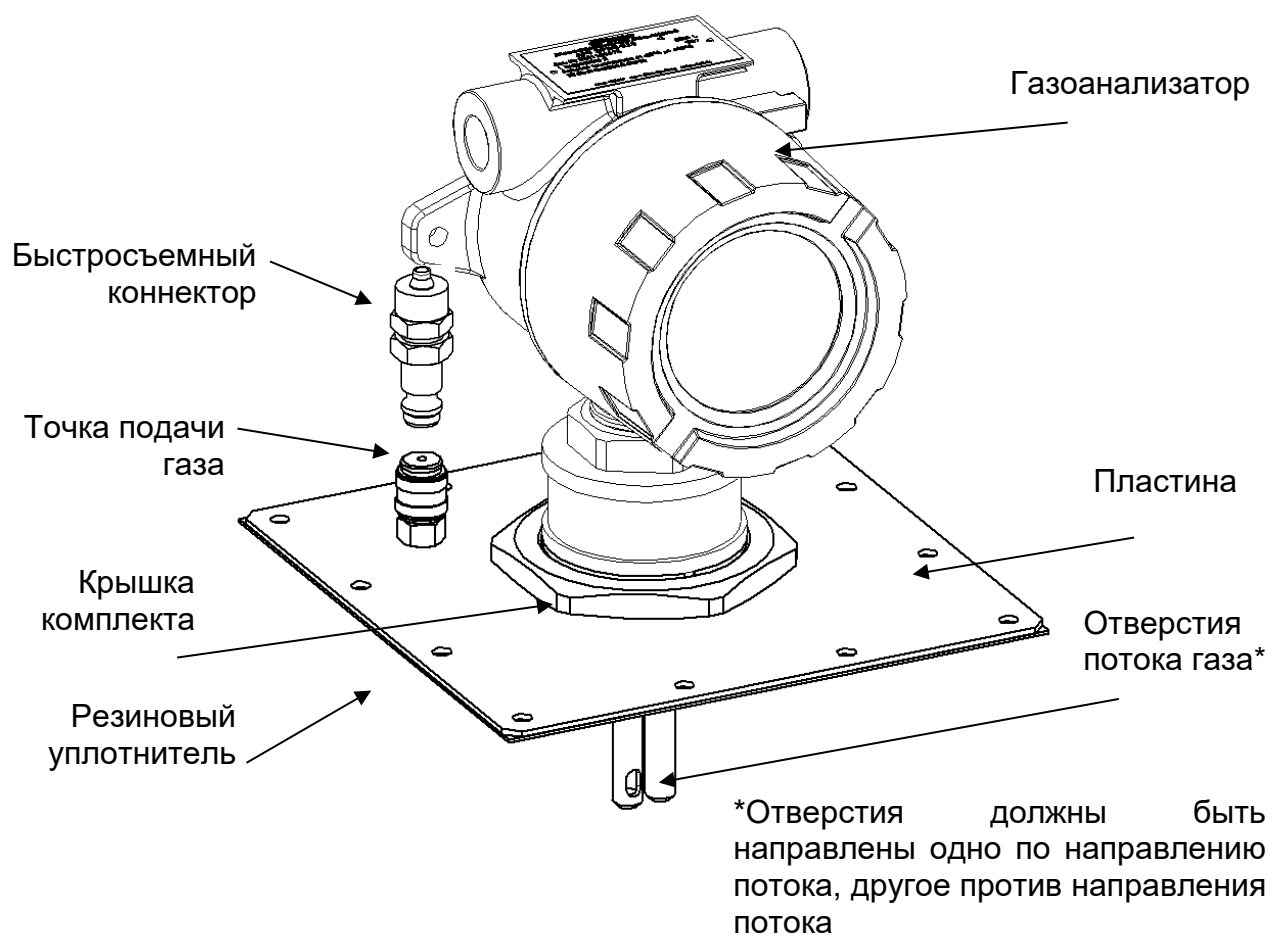

Рисунок 14 – Внешний вид газоанализатора и комплекта для монтажа в воздуховоде
- в) Вкрутить газоанализатор в крышку комплекта (рис. 14);